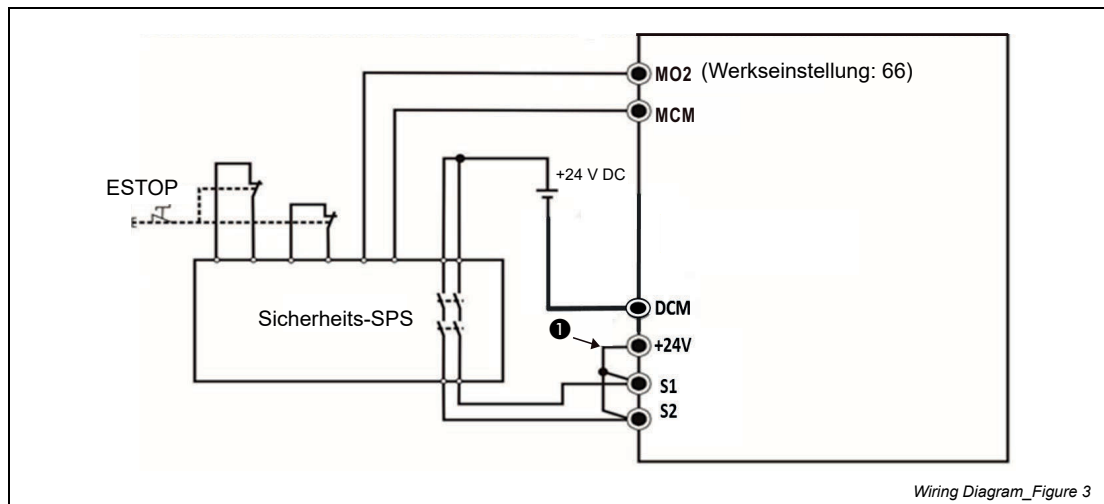

Abb. 12-3: Verdrahtung des Sicherheitskreis mit der Sicherheits-SPS
- ① Entfernen Sie die Kurzschlussbrücken zwischen +24V-S1-S2.
- ② Die Verdrahtung mit der Sicherheits-SPS ist in Abb. 12-3 dargestellt. Die Kontakte des NOT-HALT-Tasters (ESTOP) müssen im Normalzustand geschlossen sein, damit der Betrieb des Frequenzumrichters freigegeben ist und kein Fehler angezeigt wird.
- ③ Nach Betätigung des NOT-HALT-Tasters (ESTOP – Kontakte geöffnet), tritt der Zustand des sicher abgeschalteten Moments (STO-Modus) ein, woraufhin der Ausgang des Frequenzumrichters abschaltet und die Bedieneinheit STO anzeigt.